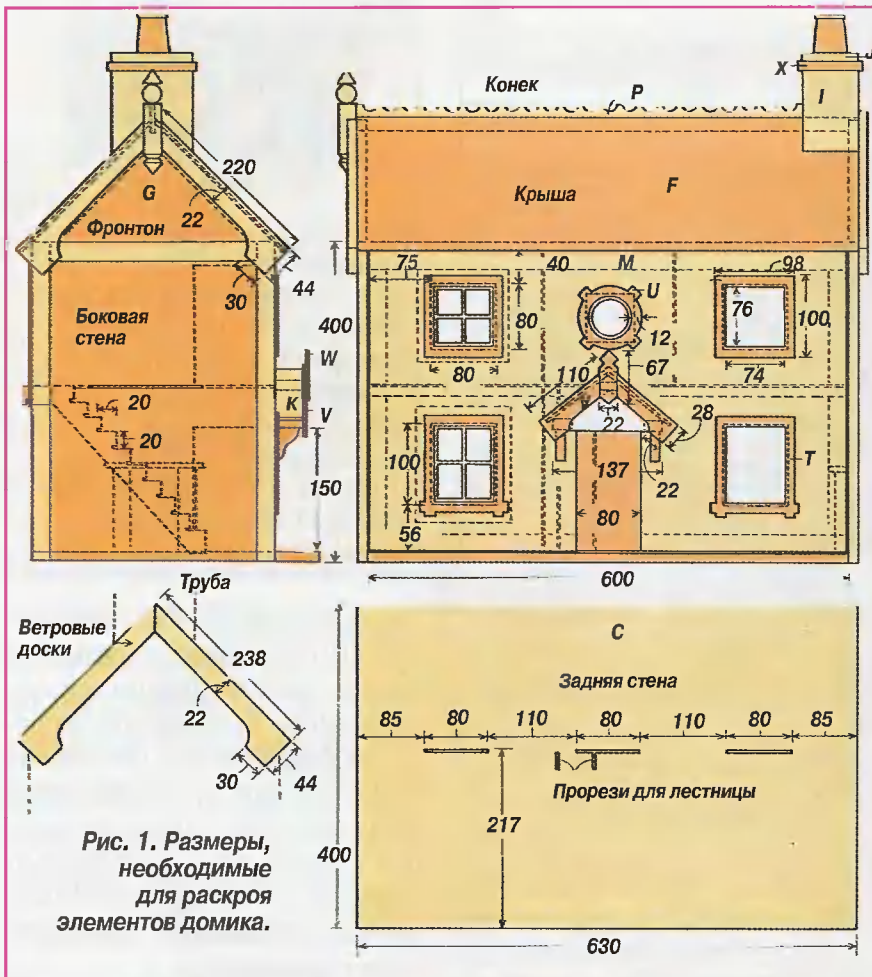

Рис. 1. Размеры, необходимые для раскроя элементов домика.
На рис. 1 показаны варианты ветряка. Изготовленной по выкройке «птице» необходимо придать жесткость. Для этого «утюжком» или портняжным колесиком, подложив под нее резину или дощечку, небольшим усилием выдавим с лицевой и оборотной стороны выкройки перья крыльев, гребень и клюв.
вать кусок твердого дерева, обработав его конец ножом. Концы лап отгибаем под углом 90° в разные стороны (рис. 1а, б).
3. Выбираем и подготавливаем один из вариантов (рис. 1а или б).